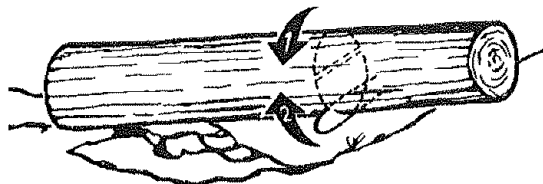

Fig. 19
3. Tronco soportado por ambos extremos: Primero, corte por encima 1/3 del diámetro del tronco para evitar el astillado. Después, corte por debajo coincidiendo con el primero corte y evitando el pellizcado (Fig. 19).